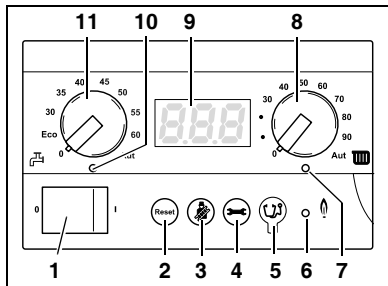

Fig. 4 Basiscontroller BC10
Med panelafbryderen (fig. 4, **pos. 1**) kan kedlen tændes og slukkes.
Hvis der opstår en fejl, kan det være nødvendigt at genstarte kedlen ved hjælp af tasten "Reset" (fig. 4, **pos. 2**).